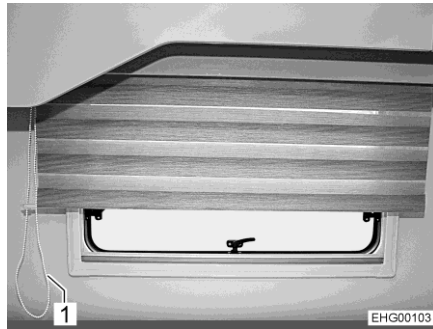

Fig. 103 Tenda a rullo Vario, zona di coda
- Oscurare/Ombreggiare:** ■ Tirare il filo della catenella (Fig. 103,1) che chiude la tenda a rullo Vario, finché la tenda a rullo Vario non si trova nella posizione desiderata.
- Illuminare:** ■ Tirare il filo della catenella (Fig. 103,1) che apre la tenda a rullo Vario, finché la tenda a rullo Vario non si trova nella posizione desiderata.